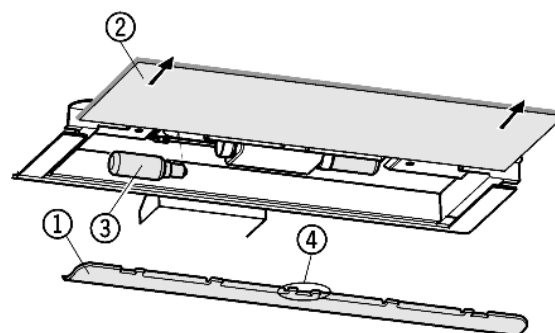

Fig. 13
- ▶ Снятие накладки Fig. 13 (1): сзади возьмитесь пальцем за накладку и снимите её с фиксатора.
- ▶ Извлеките стеклянную полку Fig. 13 (2).
- ▶ Лампу накаливания Fig. 13 (3) заменить.
- ▶ Установка накладки на место: защелкните справа и слева, следя за тем, чтобы средний крюк Fig. 13 (4) захватил стеклянную полку.